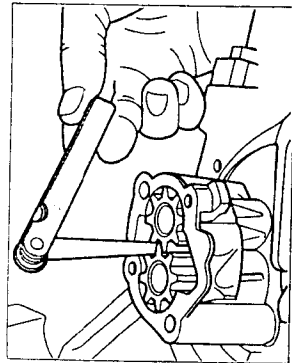

图 1-25 机油泵齿轮侧间隙检查
(1) 检查机油泵齿轮侧向间隙,如图 1-25 所示。新:0.05mm,磨损极限为 0.20mm。